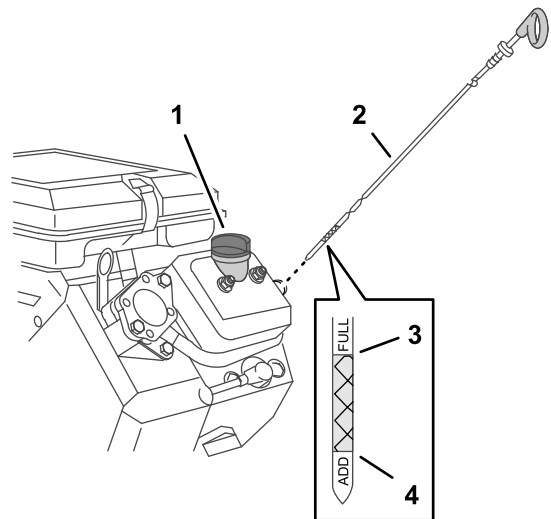

Figure 76
3. Insérez la jauge dans le goulot de remplissage et vissez-la (Figure 76).
4. Sortez la jauge du goulot de remplissage et vérifiez le niveau de liquide qu'elle indique (Figure 76).
Remarque: Le niveau d'huile moteur doit recouvrir la zone hachurée sur la jauge (Figure 76).
5. Si le niveau est trop bas, faites l'appoint d'huile spécifiée dans le moteur jusqu'à ce que le niveau se situe entre les zones hachurées sur la jauge (Figure 76).
6. Insérez la jauge dans le goulot de remplissage et vissez-la à la main (Figure 76).